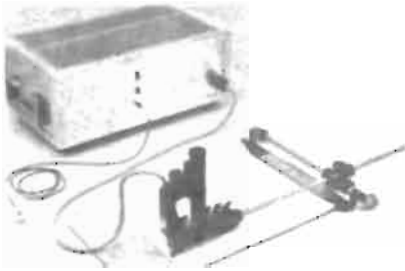

Fig. 4 - Il Collineator, dispositivo di allineamento e guida per le sonde del Visotoner/Visotactor.
Il Visitactor era invece concepito in modo da fornire all'operatore informazioni tattili anziché acustiche. L'esplorazione del carattere era affidata ad una sonda (fig. 4) ad otto celle CdS; sul suo retro erano disposti altrettanti sensori tattili a vibrazione, due per ogni dita della mano che, muovendo la sonda, analizzava la riga stampata in bianco/nero. Una pubblica dimostrazione di «lettura» col Visotactor ebbe luogo nel 1967 a Columbus (Ohio) in occasione del centenario della nascita di Anne Sullivan Macy (1867-1936), la leggendaria istruttrice (Anna dei Miracoli del noto film) di Helen Keller.
Data la scarsa risoluzione ed il ridotto campo visivo delle sonde utilizzate nel Visotoner e Visotactor, il «centraggio» del carattere da riconoscere veniva ottenuto con un dispositivo meccanico particolare, di guida, una sorta di pantografo, detto Collineator (vedi fig. 4). Valutazioni funzionali, condotte su soggetti delle più varie età, estrazione sociale ed IQ, hanno dimostrato che col visotoner si poteva raggiungere una velocità media di «lettura» di 40 WPM, mentre col Visotactor, si raggiungevano, a malapena, i 15 wpm. Ciò dovrebbe far seriamente meditare sull'opportunità di ulteriormente sperimentare, perfezionandola, la presentazione acustica dell'informazione (9).